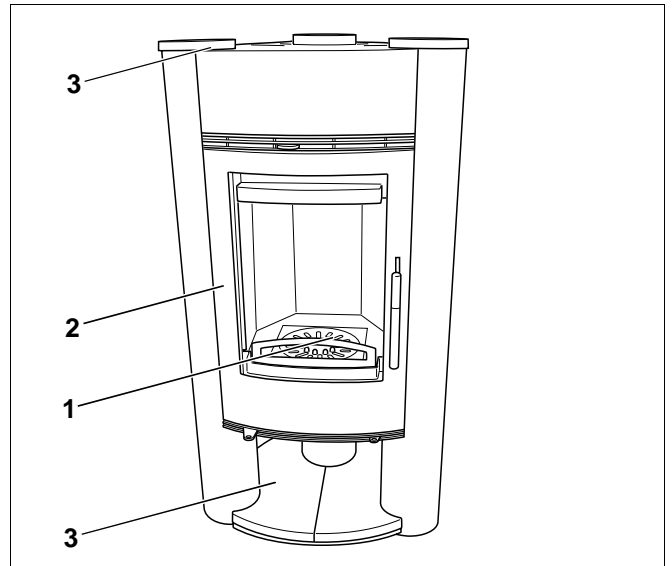

Abb. 3 Kaminofen blueline 8
- Rost (Abb. 3, **Pos. 1**)
- Selbstschließende Feuerraumtür (Abb. 3, **Pos. 2**)
- Kacheln (Abb. 3, **Pos. 3**)